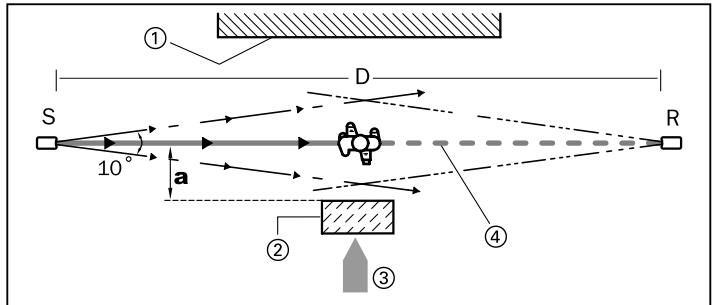
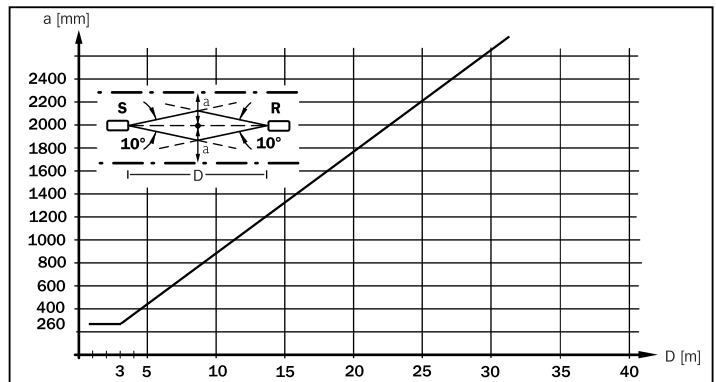

Fig. 2-3: Minsteavstand **a** til reflekterende flater, riktig montering og oppretting
Fig. 2-4: Minsteavstand **a** avhengig av avstand **D** for testbare enstråle-sikkerhets-lysbommer
4. Reflekerende flater som finnes, settes eller plasseres innenfor sende- og mottaksstrålebunten, kan føre til omspeiling og at objektet hhv. en person dermed ikke blir gjenkjent. Derfor må alle reflekterende flater og gjenstander (f.eks. materialbeholdere) ha en minsteavstand  $a$  rotasjonssymmetrisk rundt den optiske akselen mellom sender og mottaker (jf fig. 2-3 og fig. 2-4).